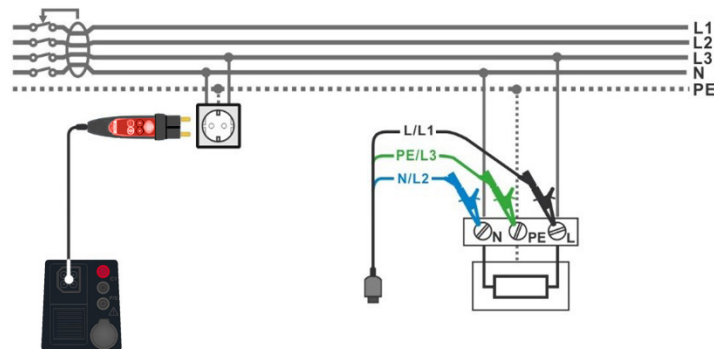

Abbildung 7.25: Anschluss des Commander-Prüfsteckers und der 3-Leiter-Prüfleitung
- › Schließen Sie die 3-Leiter-Prüfleitung oder den Commander-Prüfstecker am Prüfobjekt an, siehe **Abbildung 7.25**.
- › Schließen Sie die 3-Leiter-Leitung oder den Commander Prüfstecker am Prüfobjekt an, siehe **Abbildung 7.25**.
- › Schließen Sie die 3-Leiter-Prüfleitung oder den Commander-Prüfstecker am Prüfobjekt an, siehe **Abbildung 7.25**
<ul style="list-style-type: none"> <li>Wählen Sie die Funktion RCD Auto im Menü RCD.</li> <li>Stellen Sie die Prüfparameter / Grenzwerte ein.</li> <li>Schließen Sie die Prüflleitungen am Prüfgerät an.</li> <li>Schließen Sie die 3-Leiter-Prüflleitung oder den Commander Prüfstecker am Prüfobjekt an, siehe Abbildung 7.25.</li> <li>Starten Sie die Messung.</li> </ul>	Start Prüfung